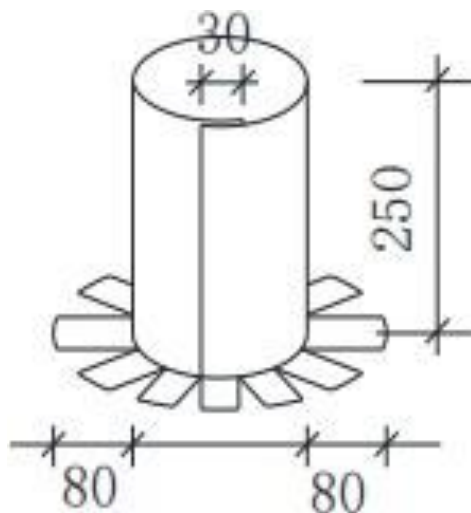

图2 出屋面管防水卷材
- o.出屋面管道根部应采用卷材包裹，高度 $250\text{mm} \pm 5\text{mm}$ ，包裹卷材自行搭接宽度为 $30\text{mm} \pm 5\text{mm}$ ；包管卷材至管根应采用“裙分”开叉的方法与平面卷材搭接，“裙分”宽度为 $80\text{mm} \pm 5\text{mm}$ ，分12~14等份（见图2）。